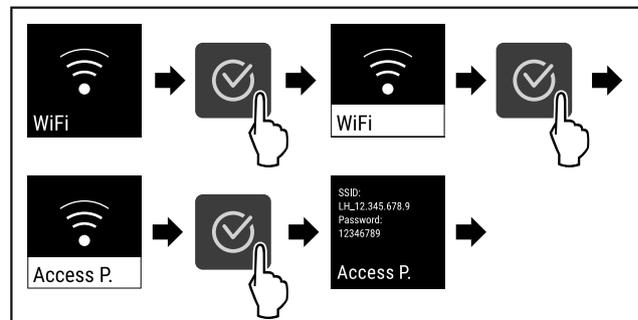

Fig. 85
- ▶ Выполните шаги действия (см. Fig. 85) .